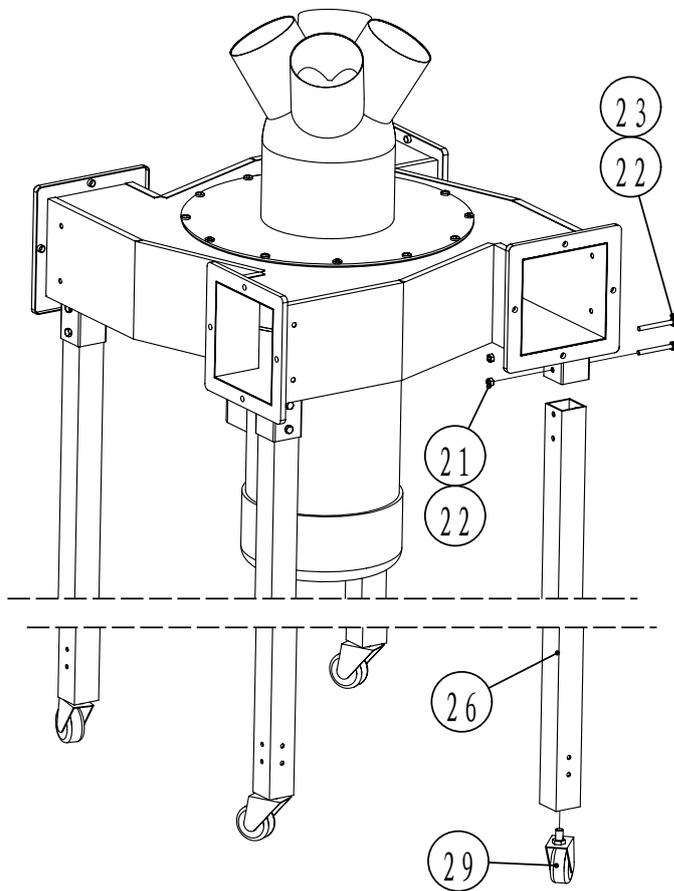

Fig. 1
1. Montez les 4 roues (29) au bas des pieds de support (26). Placez les pieds de support dans le boîtier de la turbine à l'aide des boulons hexagonaux (23), des rondelles plates (22) et des écrous hexagonaux (21). Voir la figure 1.